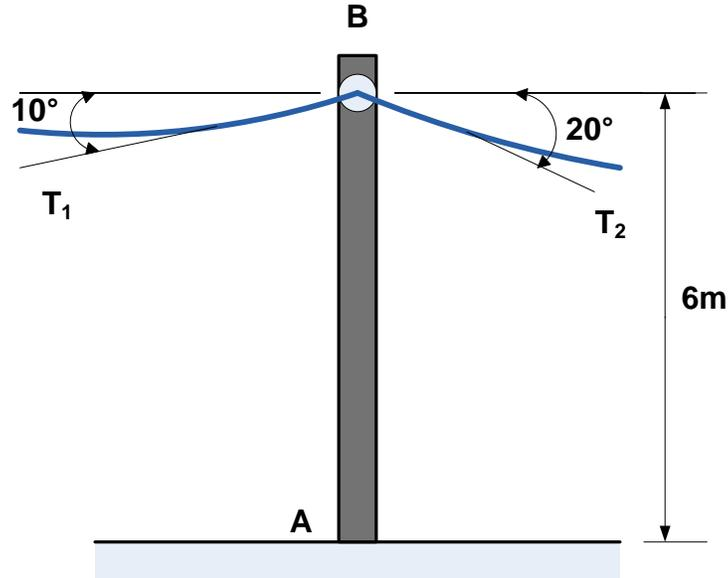

Figura 3.
3. El poste telefónico de 6m que pesa 1600N se usa para sostener los extremos de dos alambres. Los alambres forman con la horizontal los ángulos que se muestran en la figura 3., y las tensiones de los alambres son respectivamente,  $T_1 = 600\text{N}$  y  $T_2 = 375\text{N}$ . Determine la reacción en el extremo fijo A y el momento en A.